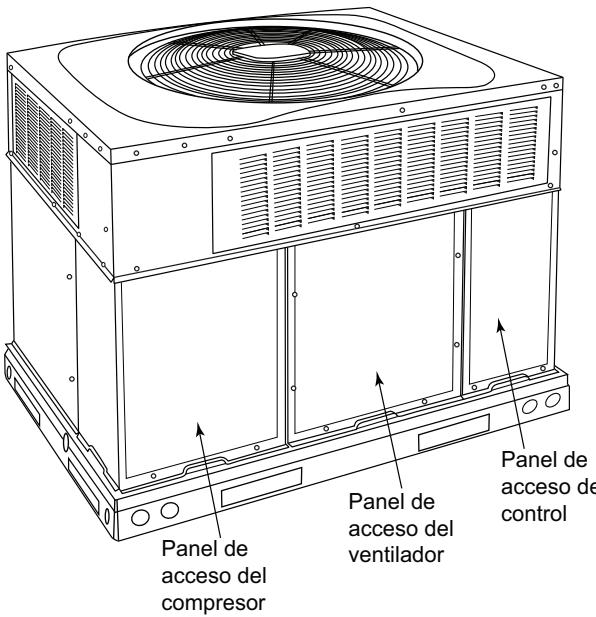

Fig. 18 – Paneles de acceso de la unidad
- a. Quite el panel de acceso del soplador (consulte la Fig. 18).
- g. Vuelva a instalar el panel de acceso del soplador (consulte la Fig. 18).
1. Quite el panel de acceso del control (consulte la Fig. 18).
Quite el panel de acceso del soplador (consulte la Fig. 18). Los interruptores limitadores se encuentran en la partición del soplador.
3. Quite el panel de acceso del control (consulte la Fig. 18).
Quite los paneles de acceso (consulte la Fig. 18) para localizar todos los controles eléctricos y el cableado. Compruebe que todas las conexiones eléctricas estén apretadas. Apriete todas las conexiones con tornillos. Si se observan conexiones ahumadas o quemadas, desarme la conexión, límpie todas las piezas, vuelva a pelar el extremo del cable y vuelva a montar la conexión de forma correcta y segura.